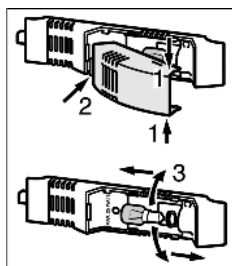

Fig. 17
- ▶ Afferrare il coprilampada sul lato superiore e inferiore Fig. 17 (1).
- ▶ Sbloccare il coprilampada sul retro e sganciarlo Fig. 17 (2).
- ▶ Sostituire la lampadina Fig. 17 (3).